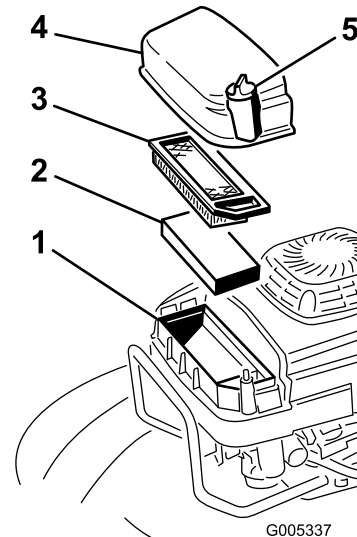

Figura 27
2. Desenrosque el tornillo que sujeta la tapa del limpiador de aire (Figura 27).
3. Retire la tapa y límpiela a fondo (Figura 27).
4. Retire e inspeccione el filtro de aire de papel (Figura 27), y deséchelo si está excesivamente sucio.